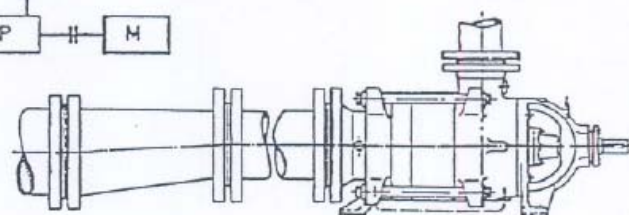

Рис. 5 Установка эксцентрикового переходника
Скорость потока жидкости во всасывающем трубопроводе не должна превышать 2 м/сек. Если условия всасывания затруднены, на входе в насос необходимо предусмотреть установку уравнивающей секции диаметром, соответствующим диаметру фланца насоса и длиной, равной 20 диаметрам всасывающей трубы (рис. 5) Чтобы предотвратить всасывание абразивов, на входе всасывающей трубы необходимо установить сетчатый фильтр, на глубине, по меньшей мере, 0,5 м ниже уровня перекачиваемой жидкости.
Для компенсации разницы в диаметрах входного патрубка насоса и всасывающего трубопровода используйте эксцентриковый переходник (рис. 5).
7.1 Поддерживайте сопротивление на всасывании низким, насколько это возможно. Перед насосом должно быть свободное место: не загромождайте его различными фильтрами, коленами, задвижками или переходниками. Абсолютно необходимо предусмотреть установку уравнивающей секции диаметром, соответствующим диаметру фланца насоса и длиной, равной 20 диаметрам всасывающей трубы (рис. 5).